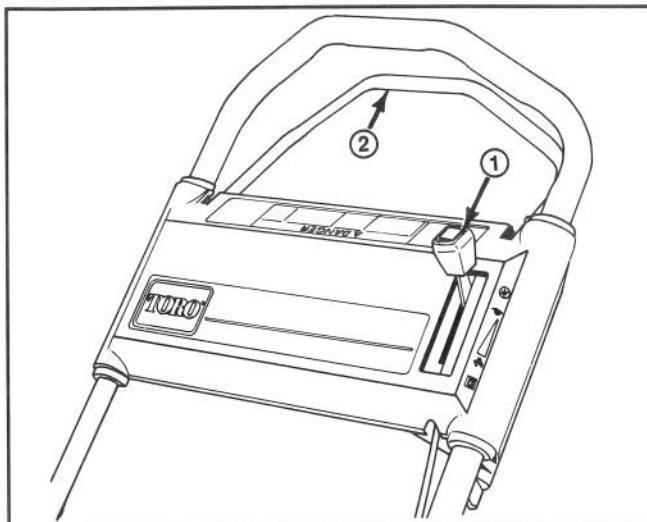
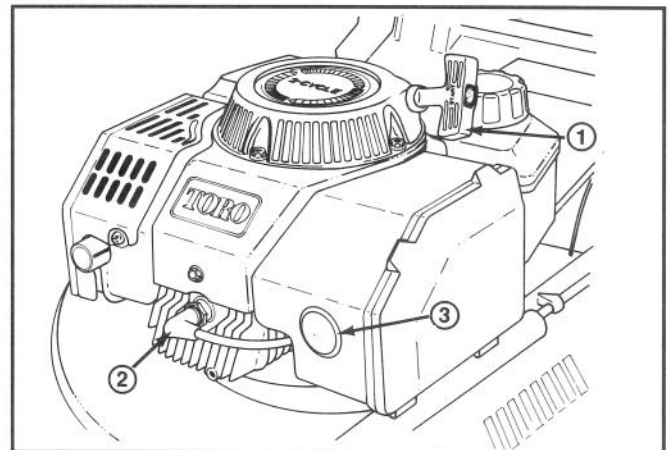
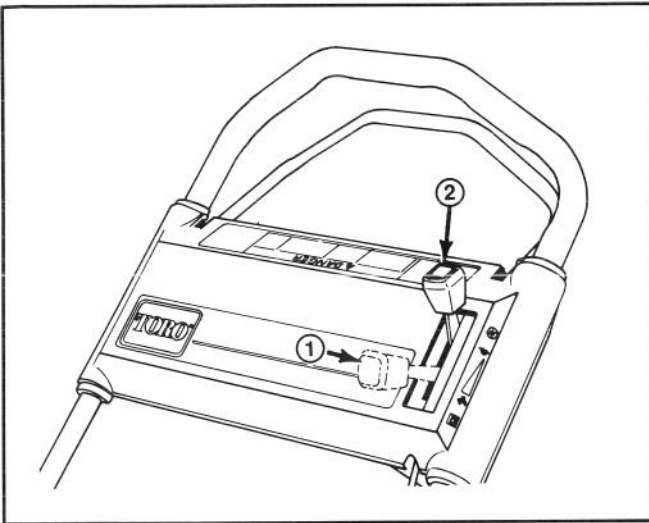

Abbildung 7
Abbildung 8
Abbildung 9
STEUERVORRICHTUNG—Gashebel und Antriebshebel (selbstgetriebenes Modell) befinden sich am oberen Griff (Abb. 7). Der Zündkapsel befindet sich vorne am Motor und der Seilstarter am Motoroberteil (Abb. 8).
1. STARTEN—Das Zündkerzenkabel auf die Zündkerze stecken (Abb. 8). Den Gashebel auf CHOKE stellen (Abb. 9).
3. Den Seilstarter ziehen (Abb. 8) bis das Spiel überwunden ist; dann fest anziehen, um den Motor zu starten. Startet der Motor, den Gashebel auf SCHNELL oder die gewünschte Geschwindigkeit einstellen.
Hinweis: Startet der Motor nicht, den Gashebel in die AUS-Stellung schieben (Abb. 9) und 3 Sekunden warten. Dann die Schritte 1 bis 3 solange wiederholen, bis der Motor startet.
4. STOPPEN (Abb. 9)—Zum Stoppen des Motors den Gashebel in die AUS-Stellung zurückschieben. Das Kabel von der Zündkerze abziehen, wenn der Mäher unbeaufsichtigt ist oder nicht verwendet wird.
1. Den Motor abstellen und das Kabel von der Zündkerze abziehen. (Abb. 8).